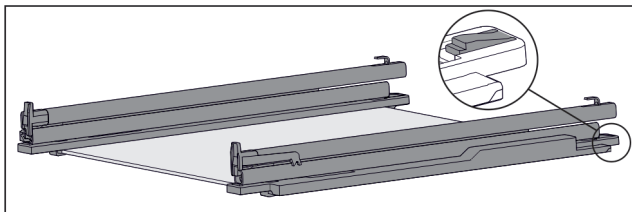

Fig. 126 Стъклена плоча с релси и задържащи части
- ▶ Натиснете надолу задържащата част отзад (виж Fig. 126) и едновременно с това избутайте релсата назад.